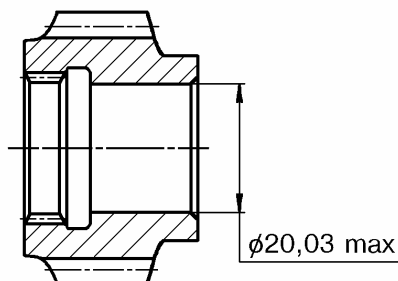

Рис.41. Шестерня заднего хода промежуточного вала 2101-1701138.
4.2.10. Шестерня заднего хода промежуточного вала – 2101-1701138, рис.41.